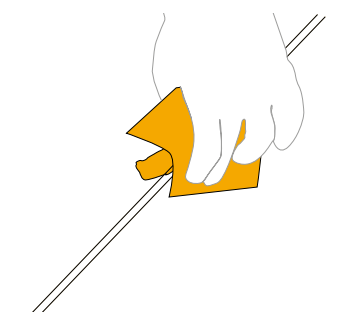

Abb. 8
- nach dem Trocknen kann das Plexiglas abgenommen werden. Die so erzielte Oberfläche entspricht der glänzenden Oberfläche; für eine matte Ausführung empfiehlt sich ein leichtes Abschleifen (Abb. 8).